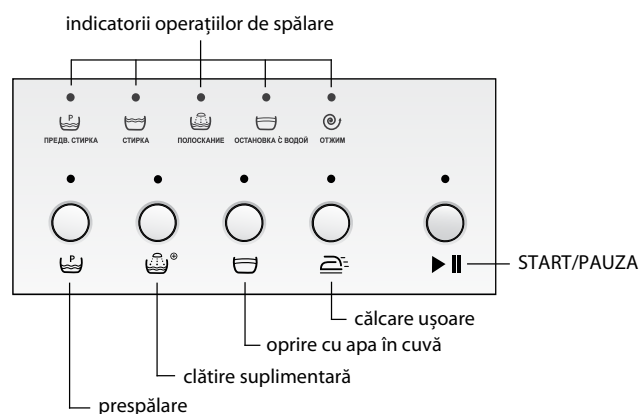

Figura 3 – Afșajul și butoanele de comandă
Fiecare buton are un indicator și este marcat cu simbol pe panoul de comandă, în conformitate cu Figura 3. Pentru a selecta funcția auxiliară dorită, apăsați butonul corespunzător.
1.4.1 Pentru a selecta funcția auxiliară, apăsați butonul corespunzător acestei funcții – se aprinde indicatorul în conformitate cu Figura 3. La apăsarea repetată, indicatorul de lumină se stinge, funcția se anulează.